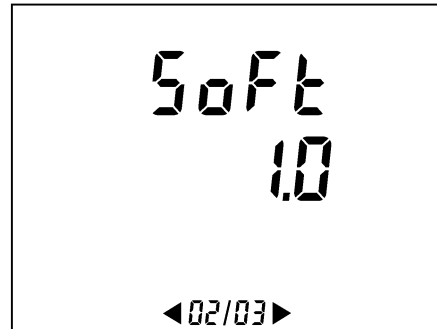

Abbildung 66: Nummer der internen Softwareversion (Seite 2/3).
- Die Softwareversion des Gerätes (*Soft* = *Software version*) (Abbildung 66: Nummer der internen Softwareversion (Seite 2/3). SOFT